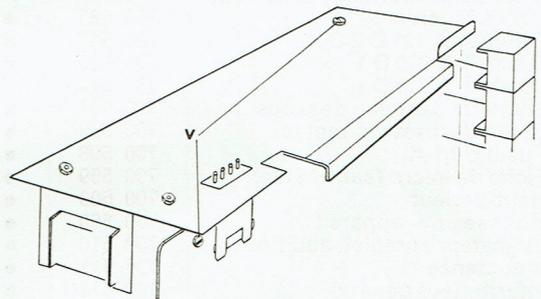

Fig. 5
Dévisser les deux vis de fixation (V) de la plaque circuit-imprimé de l'amplificateur. (fig. 5)